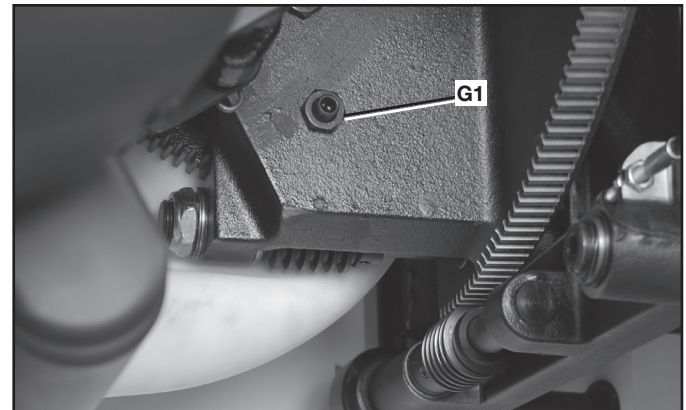

FIG. 53
2. Afloje la tuerca de inmovilización del tope de altura de la hoja (G1), Fig. 53, ligeramente con la llave.